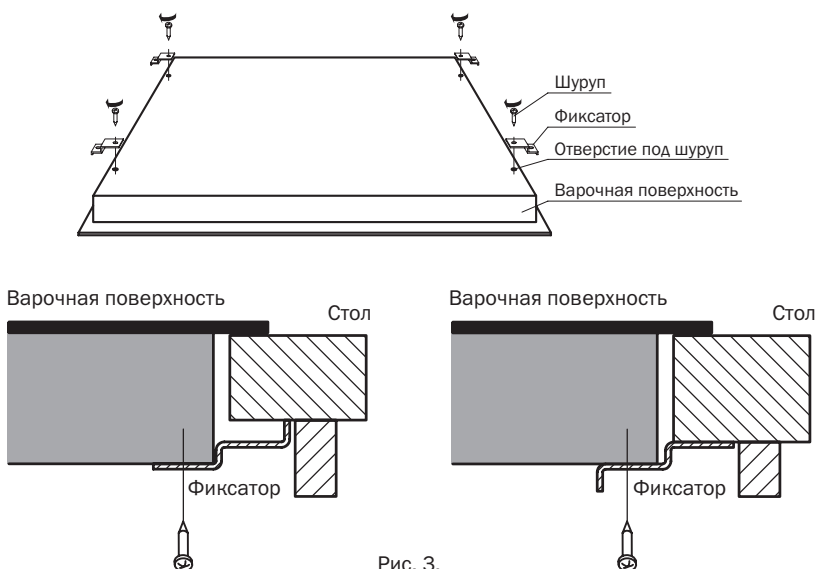

Рис. 3.
7. Фиксаторы, входящие в комплект варочной поверхности, предназначены для ее крепления к столешницам толщиной от 20 до 40 мм. Схема крепления варочной поверхности показана на Рис. 3. Для надежного крепления варочной поверхности используйте все фиксаторы.